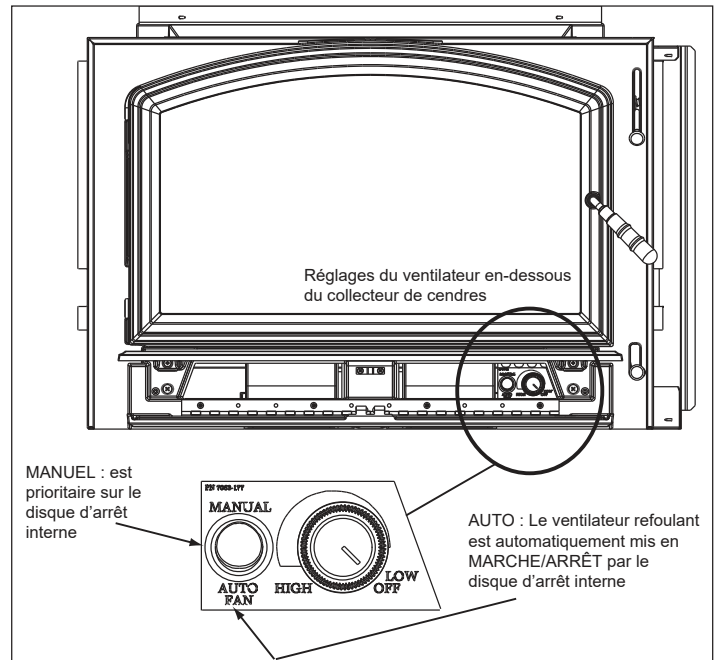

Figure 15.1
1. Le ventilateur refoulant s'enclenche et s'arrête automatiquement lorsqu'il est réglé sur la position automatique. **Figure 15.1**